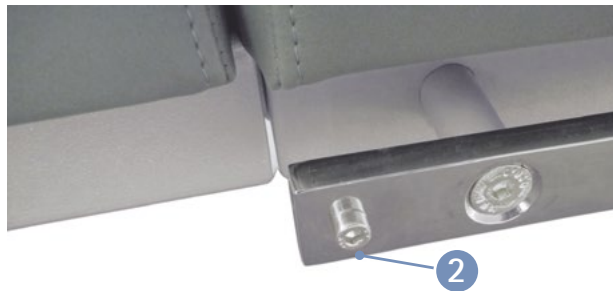

Abbildung 4-7: Sicherungsschrauben lösen und entfernen
- Die Anbauteile werden auf die seitlichen Normschienen ① aufgeschoben und fixiert.
- Am Anbauteil vor dem Aufsetzen auf die Normschiene die Feststellschraube ② lösen.
- Anbauteile stets vorsichtig ansetzen und auf die Normschiene schieben ③. Anbauteile nicht mit Gewalt auf die Normschiene drücken!
- Anbauteil in die gewünschte Position schieben ④ und durch Drehen der Feststellschraube ② fixieren.
- Die Sicherungsschrauben (siehe Abbildung 4-7) an den Enden der Normschienen mit einem Inbus-Schlüssel (M5x10, 8.8) eindrehen.